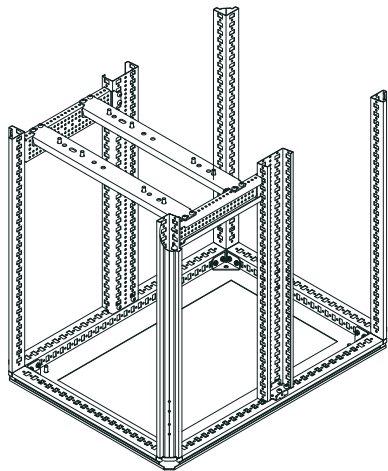

Рисунок 5
4.1.4 Винты для установки аппаратуры устанавливаются снизу вверх (рисунок 5).